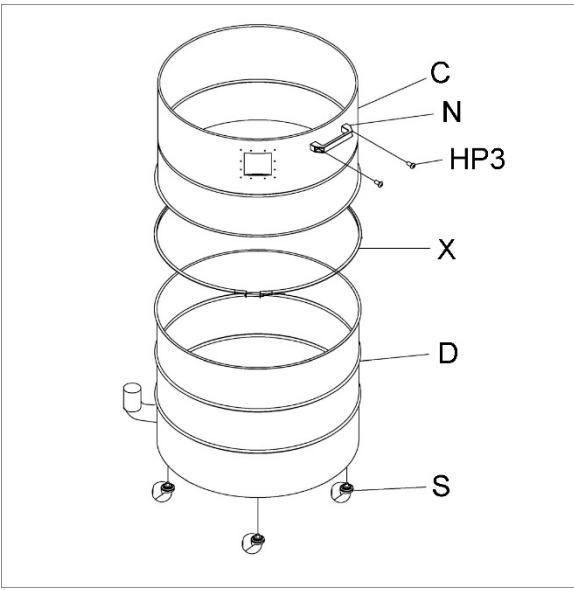

Рисунок 7
6. Соберите верхний барабан (С, Рисунок 7) и нижний барабан (D) и закрепите хомутом барабана (Х), затянув винт.
7. Установите ручку (N) с помощью винтов (HP3).
8. Установите колеса (S) в резьбовые отверстия под барабаном.